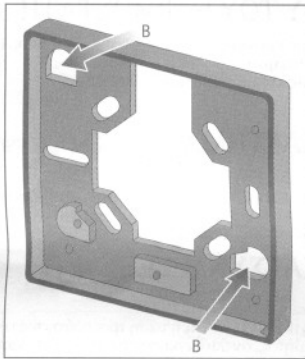

fig.3
- Accessorio sottobase = cod. 004095 (fig.3)